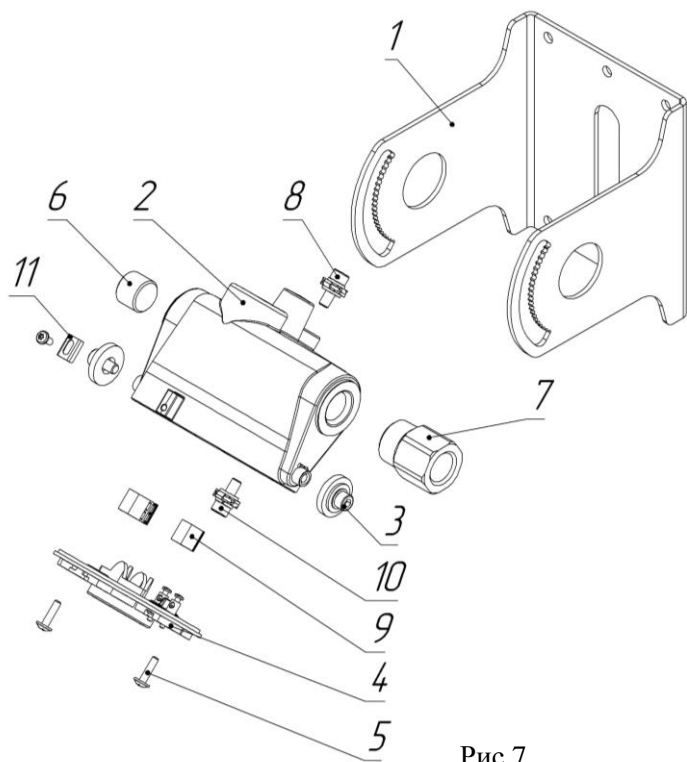

Рис.7
7.6.8 Для монтажа на поворотную скобу (Тип крепления SB) (рис.7).